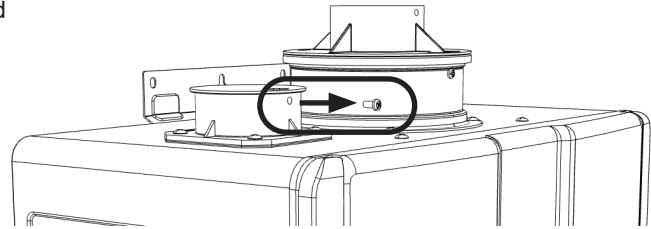

Figure 42
1. Déposer et mettre au rebut la vis placée sur raccord de conduit d'air comburant (figure 42).